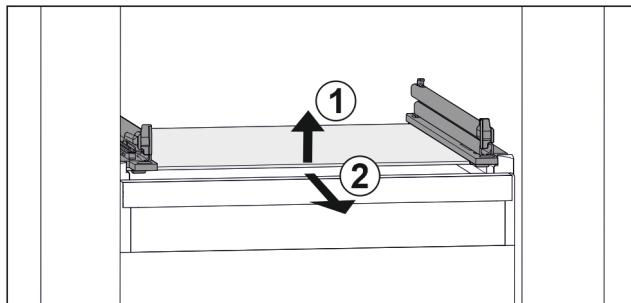

Fig. 39 Примерно изображение на стъклена плоча
- Повдигнете стъклена плоча отпред. Fig. 39 (1)
- Извадете стъклена плоча напред. Fig. 39 (2)